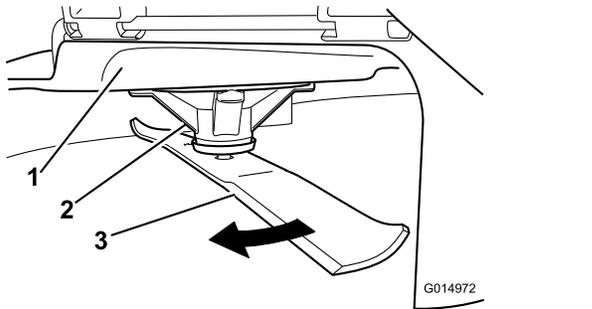

Figura 49
2. Llevando guantes fuertemente acolchados u otro tipo de protección apropiada para las manos, gire la cuchilla lentamente hasta una posición que permita medir la distancia entre el filo de corte y la superficie nivelada en la que descansa la máquina (Figura 49).